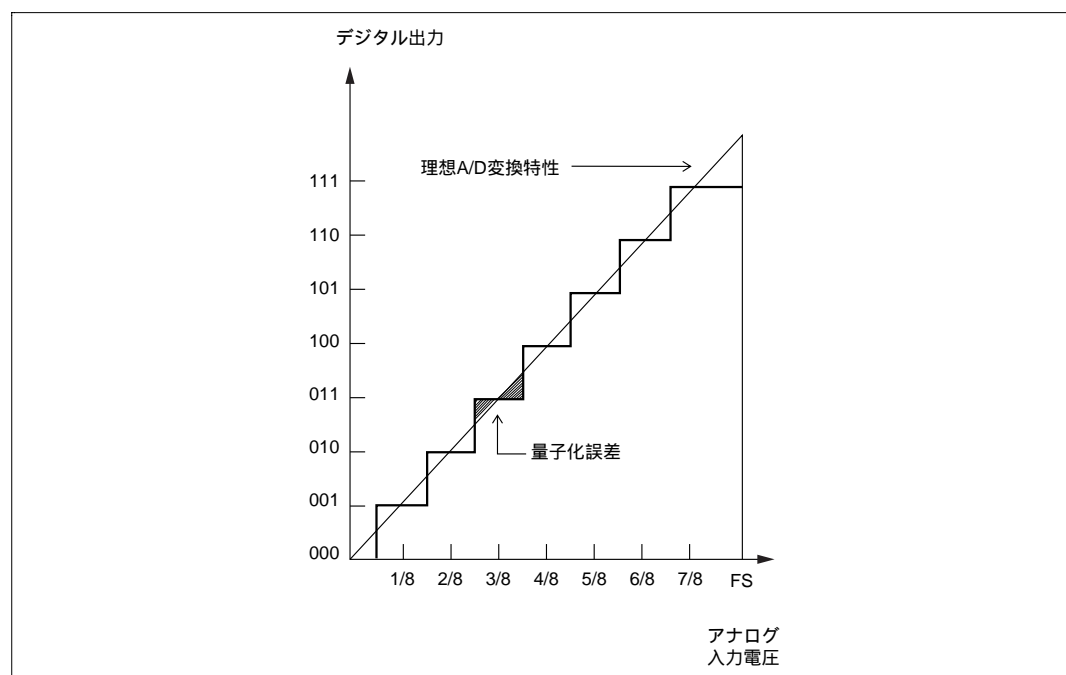

図 15.9 A/D 変換精度の定義 (1)
- ・ 量子化誤差.....A/D 変換器が本質的に有する偏差であり、1/2LSB で与えられる（図 15.9）。